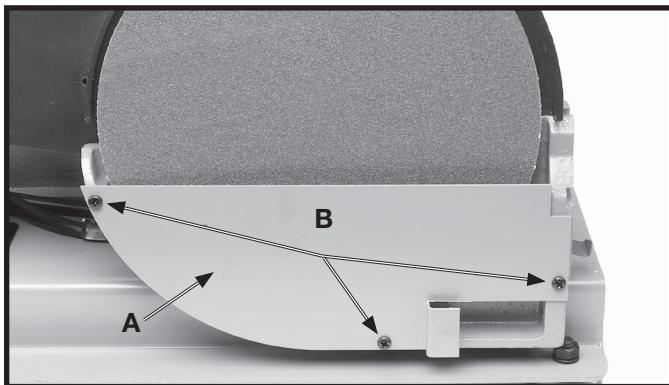

Fig. 11
- Assembler le dispositif inférieur de protection (A) de la ponceuse à bande abrasive à l'aide de trois vis à tête cylindrique bombée M4 x 0,07 x 10 mm comme indiqué à la figure 11.